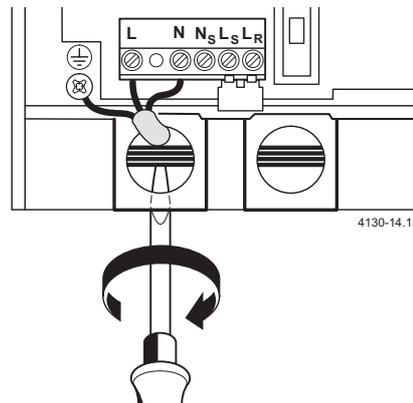

Fig. 17
- Fare passare il cavo attraverso la guarnizione del passacavo e collegarlo come da fig 17.